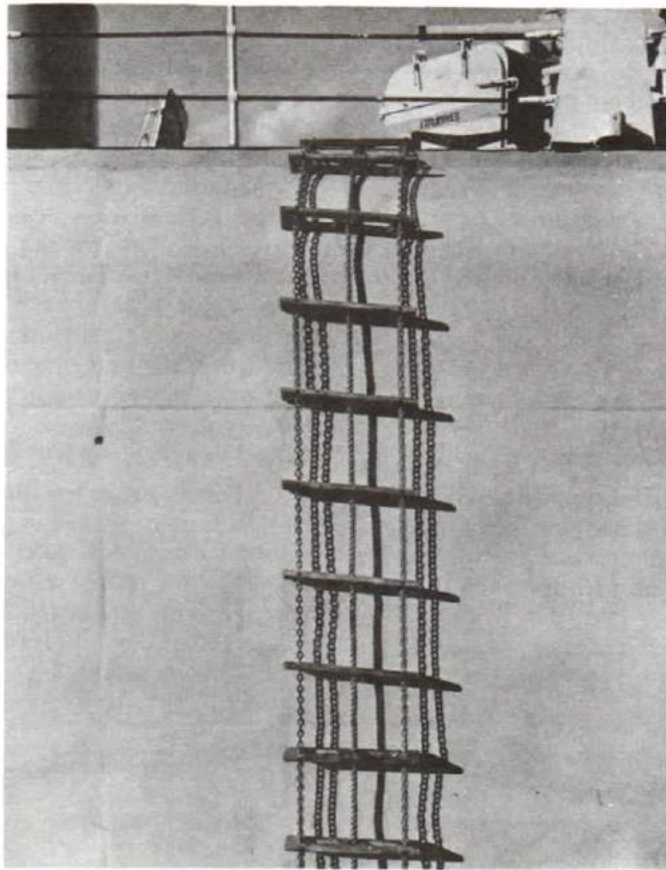

Figure 11-13
5. A "Jumping Ladder", see Figure 11-13, is also rigged in the vicinity of the brow as a safety measure.
5. On installe également une échelle de pilote à proximité de la planche de débarquement à titre de mesure de sécurité (voir la figure 11-13).